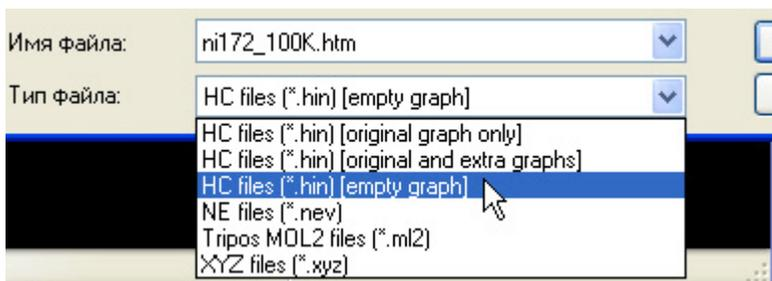

Рис. 24. Сохранение модели нанокластера никеля  $Ni_{172}$  с пустым графом связей
14. Сохраните на диск результат своих расчетов — саму модель нанокластера. Для этого из меню *File* вызовите инструкцию *Save structure...* В появившемся диалоговом окне сохранения файла укажите понятное имя, например, как и для отчета, **Ni172\_100K.hin**, а из выпадающего списка типа файла выберите *HC files (\*.hin) [empty graph]* (см. рис. 24). Как вы помните, полный граф нанокластера может быть легко восстановлен при необходимости продолжения работы в последующем.